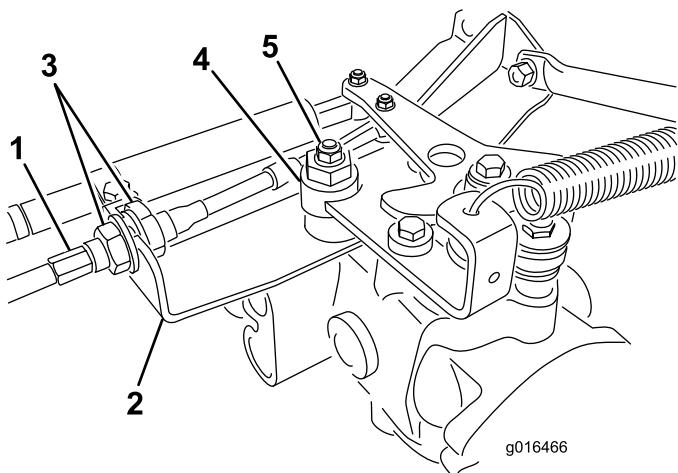

Bild 43
- A. Lösen Sie beide Klemmmuttern, mit denen der Fahrantrebs-Bowdenzug an der Trennwand am Hydrostat befestigt ist (Bild 43). Achten Sie darauf, dass die Klemmmuttern gleichmäßig gelockert sind und eine ausreichende Einstellung ermöglichen.
- B. Lösen Sie die Mutter, mit der der Exzenter oben am Hydrostat befestigt ist (Bild 43).
D. Drehen Sie den Exzenter, bis kein Kriechen in jeder Richtung auftritt. Ziehen Sie die Schraube fest, wenn sich das Rad nicht mehr dreht, um den Exzenter und die Einstellung zu arretieren (Bild 43). Überprüfen Sie die Einstellung mit dem Gasbedienungshebel auf Langsam“ und auf Schnell“.
- E. Ziehen Sie die Sicherungsmuttern, mit denen der Bowdenzug an der Trennwand befestigt ist, **gleichmäßig** von der Innenseite der Trennwand fest (Bild 43). Verdrehen Sie nicht den Bowdenzug.